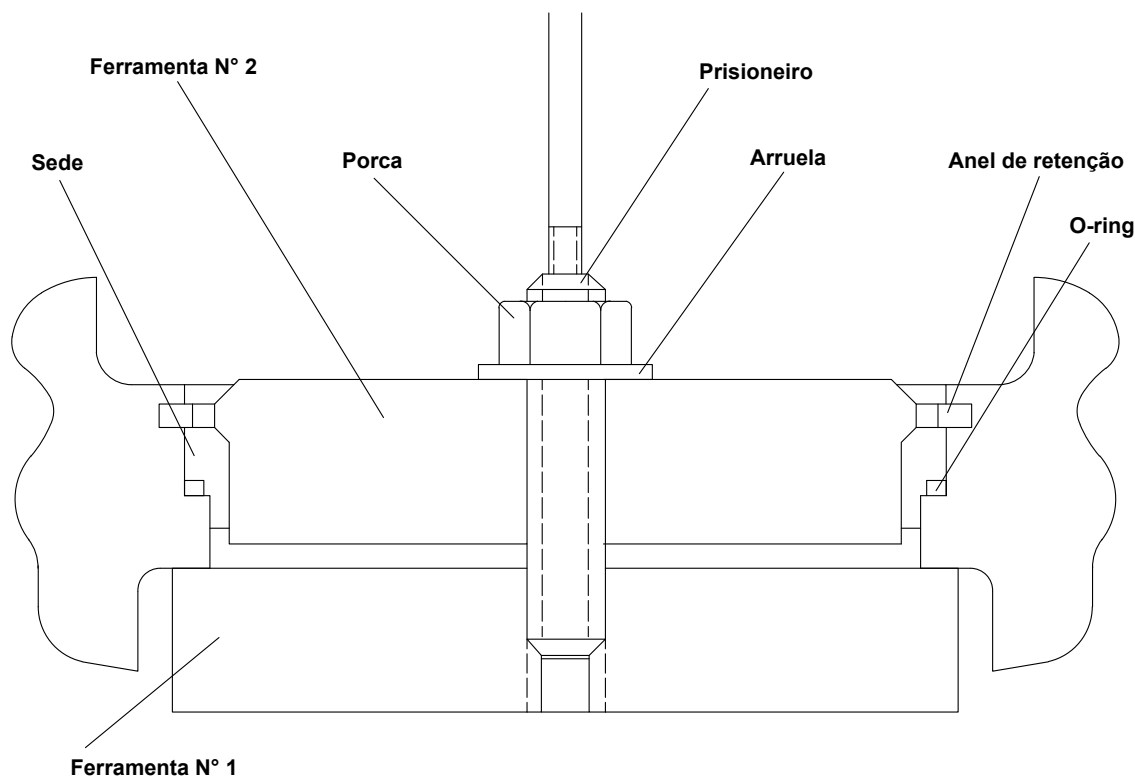

Figura 4 - Instalação da Sede da Válvula GL̄ para Altas Temperaturas
- Insira a placa-base (ferramenta Nº 1) por baixo da sede de tal forma que ela fique apoiada no corpo da válvula conforme indicado na Figura 4.
- Monte a ferramenta de instalação conforme indicado na Figura 4, aplicando suficiente pressão sobre a sede para que o anel de retenção espiral possa ser instalado.